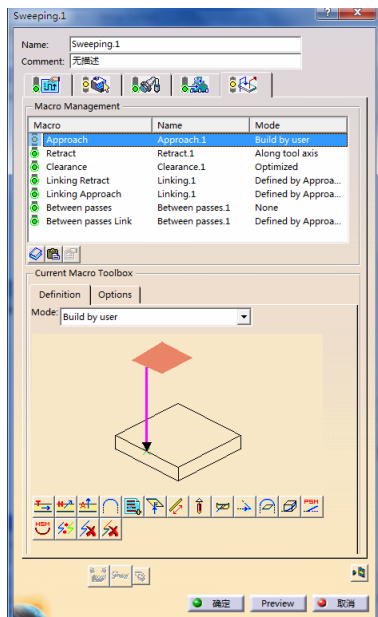

图 3-251 设置“Approach”参数（12）
- 在“Macro Management”区域的列表框中选择“Approach”，单击鼠标右键，在弹出的快捷菜单中选择 Activate 命令，在“mode”下拉列表中选择“Build by user”，依次单击按钮和按钮，设置“Approach”参数（12）如图 3-251 所示。